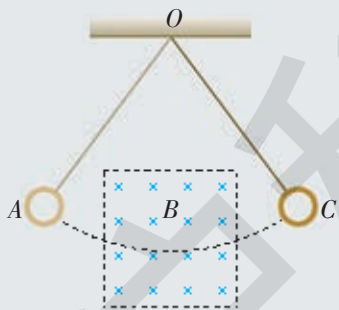

图 1-36
2. 如图 1-36 所示, O 点正下方有一个具有理想边界的磁场,一个铜环在 A 点由静止状态释放,向右摆到最高点 C 。不考虑空气阻力,下列说法中正确的是